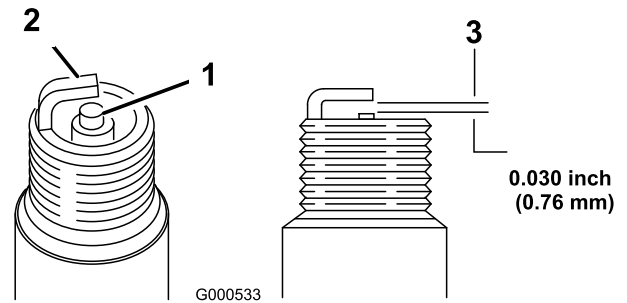

図 40
5. 電極間のすき間を 0.76 mm に調整する (図 40)。